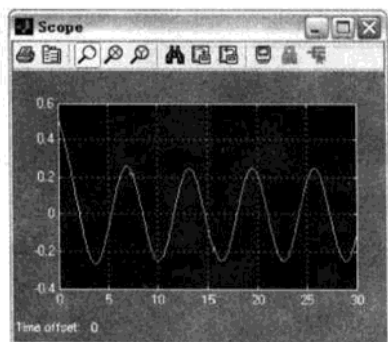
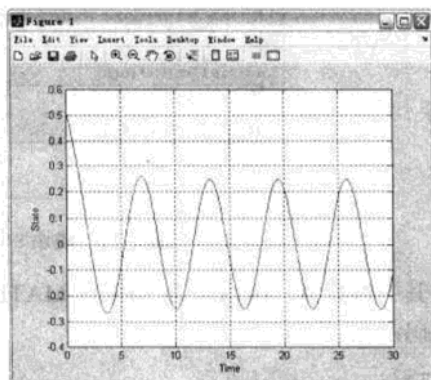

图 6.12 Simulink 窗口 Scope 显示状态 1 仿真结果图
图 6.13 MATLAB 命令窗口绘制状态 1 仿真结果图
(4) 设置仿真模型的系统参数。
(5) 运行仿真。
(6) 查看仿真结果。双击相应的 Scope 模块，可以查看相应的状态变量，如图 6.12 所示。
可以使用 MATLAB 命令来绘制结果, 代码如下, 结果如图 6.13 所示。
比较图 6.12 和图 6.13 可以看出, 结果一模一样。